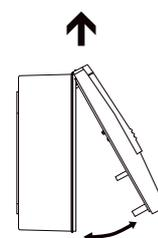

FIG.2
- Das Gerät öffnen und die Frontplatte des Gehäuses entfernen (Abb.2).
- Die Frontplatte am Gerät einbauen (Abb.2).